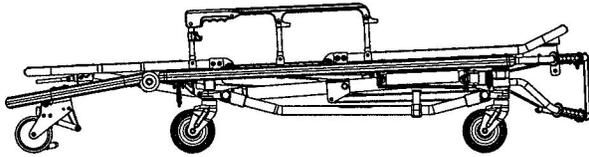

Abbildung 7 – Im Sicherheitshaken eingeklinkter Sicherheitsbügel
- Den Sicherheitshaken im Boden des Patientenabteils verankern und überprüfen, ob der Sicherheitsbügel immer im Sicherheitshaken einklinkt, wenn die Trage aus dem Fahrzeug ausgeladen wird (Abb. 7).